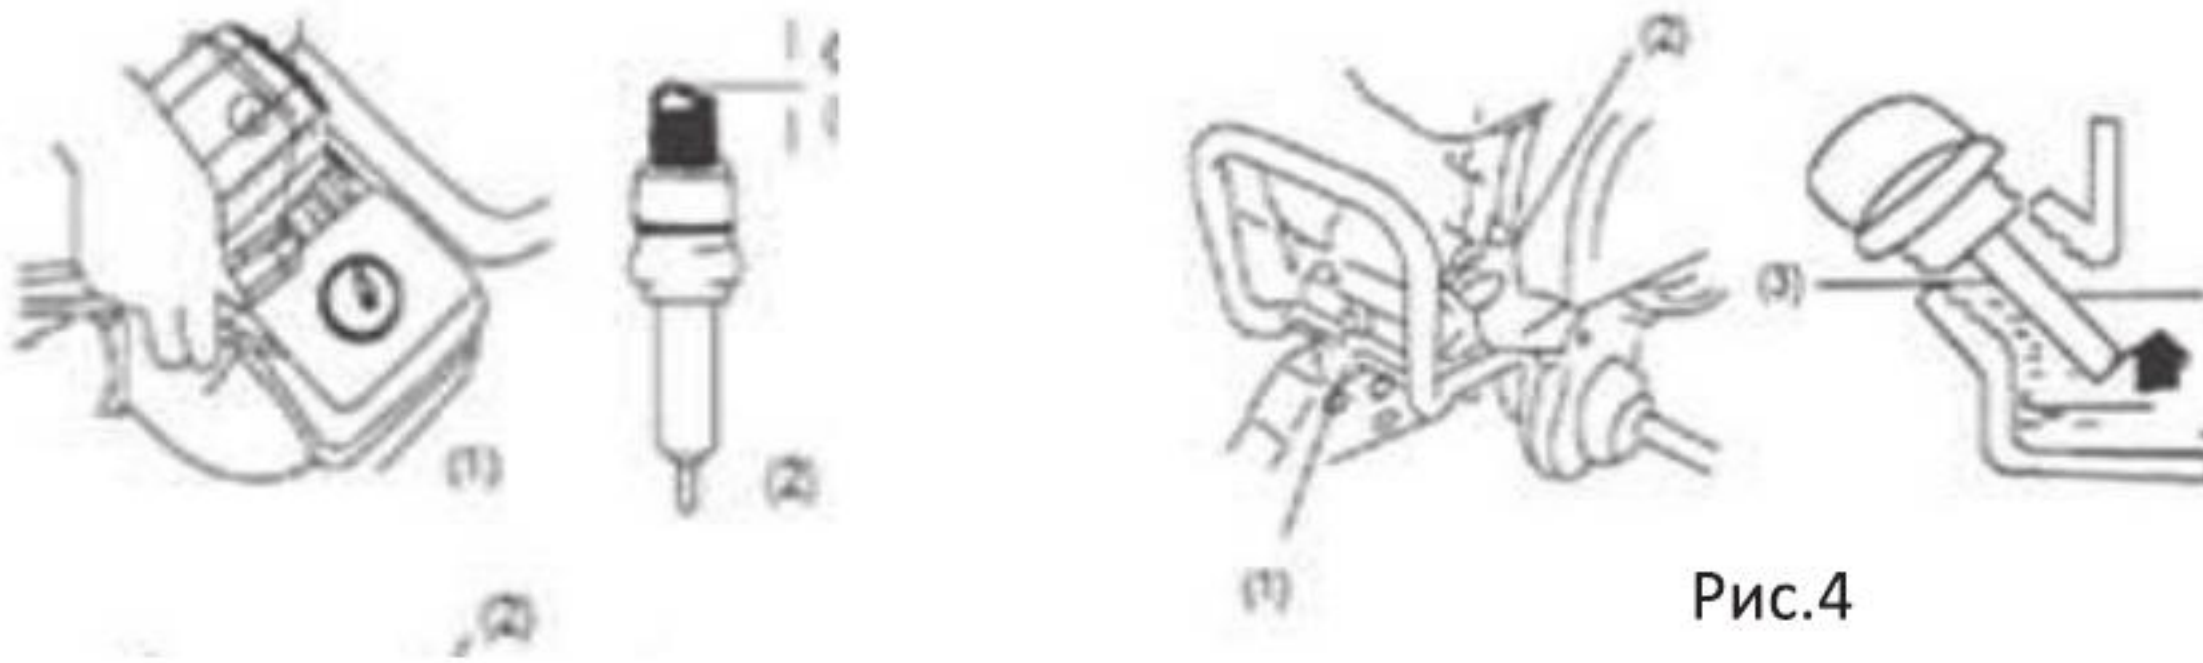

Рис.4
3. Проверяйте свечу зажигания через каждые 50 часов работы. Удалите отложения и отрегулируйте зазор между электродами до 0,6–0,7 мм. (см. рис. 4).